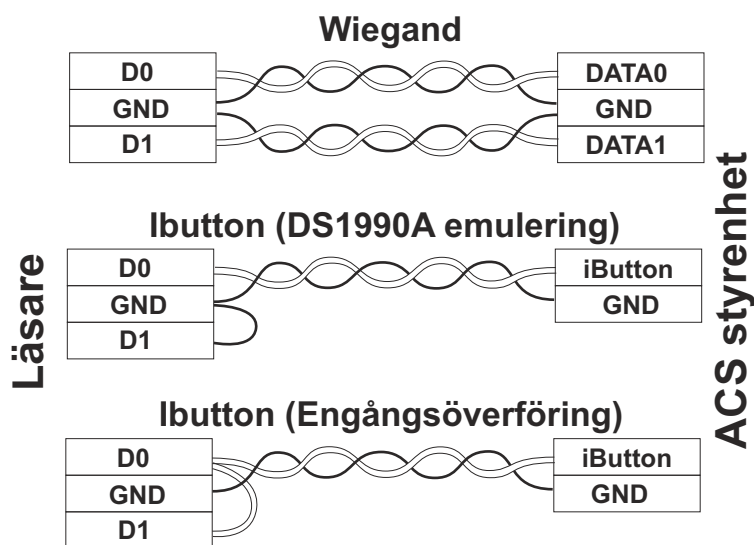

Bild 1. Val av transmissionsprotokoll.
Obs 3: För att säkerställa korrekt funktion vid det specificerade avståndet mellan läsare och styrenhet måste en CAT5e UTP kabel användas (se bild 1.).
- 1) På en avstängd läsare, koppla ihop DATA0 (vit) och LED R (gul) terminalerna med varandra (se bild 1).